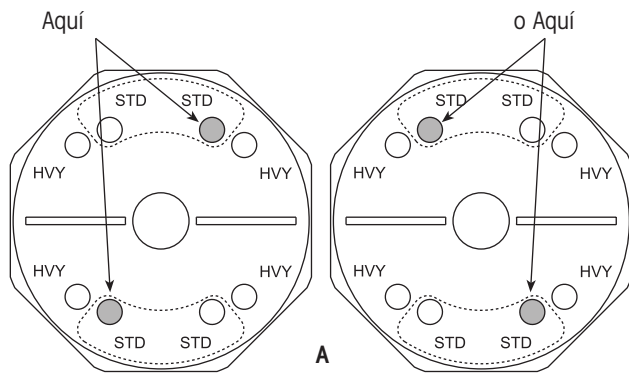

Figura 15. Instalando el espaciador
11. Deslice el espaciador sobre la cuerda del tornillo hexagonal que esta expuesta en el lado opuesto del tubo del buje (figura 15).